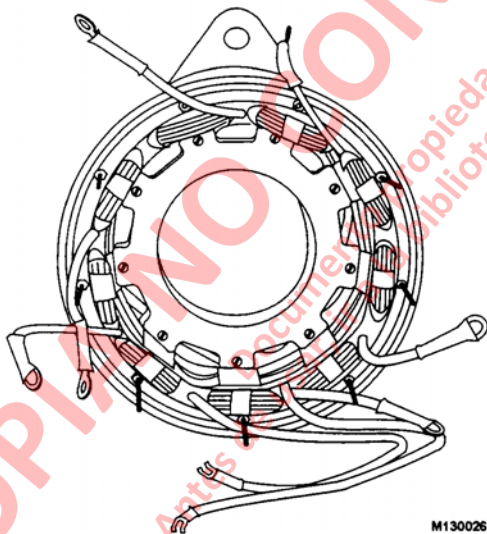

FIGURA 13-22
6. Empleando dieciocho pernos recubiertos con Loctite, sujete las argolla del carrete de la bobina de campo a las aletas del estator (Figura 13-22). Apriete los pernos a un torque de 8-10 lb. in (09-1.1 Nm).